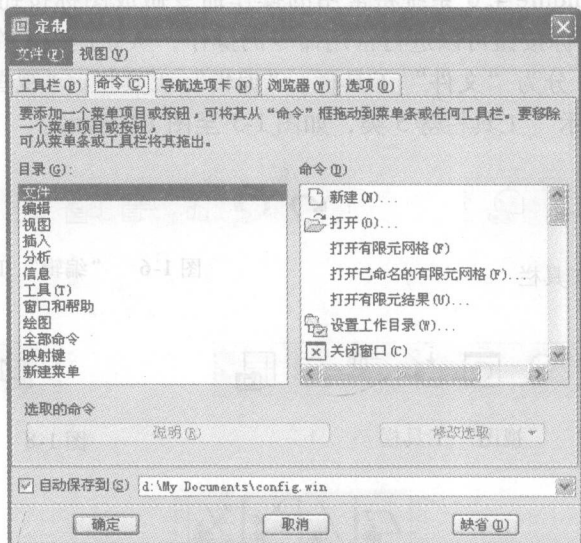

图 1-14 “定制”对话框
(3) 定制工具栏 选取“工具”→“定制屏幕”命令，系统将会弹出“定制”对话框，如图 1-14 所示。单击“命令”标签，拖动“命令”列表框中的图标到工具栏，可以定制一个工具栏，用于放置操作中的常用命令；也可将工具图标拖动到“命令”列表框中移除。